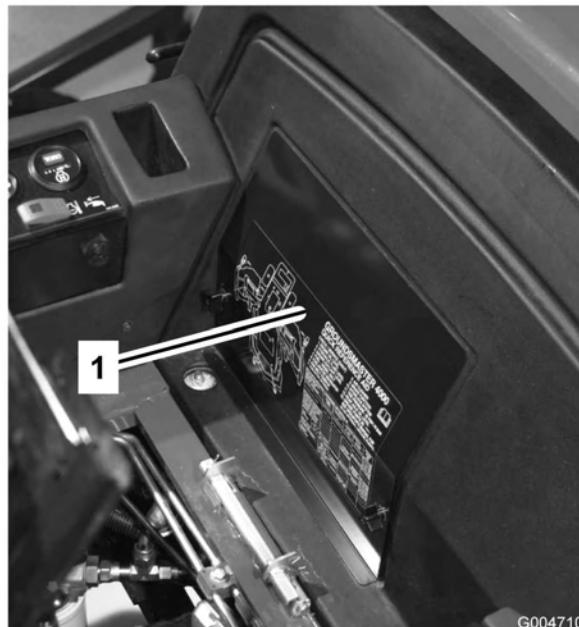

Bild 54
2. Entfernen Sie die Batterieabdeckung (Bild 54).